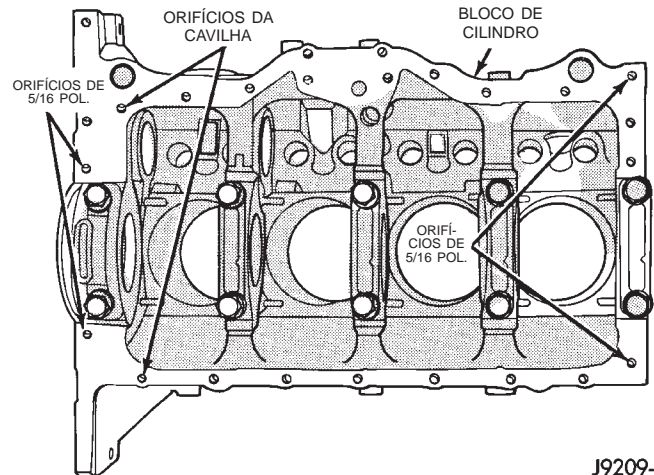

Fig. 60 Posição das Cavilhas no Bloco de Cilindros
(3) Instale duas cavilhas na tampa da caixa de regulagem. Instale as outras duas cavilhas no bloco de cilindros (Fig. 60).